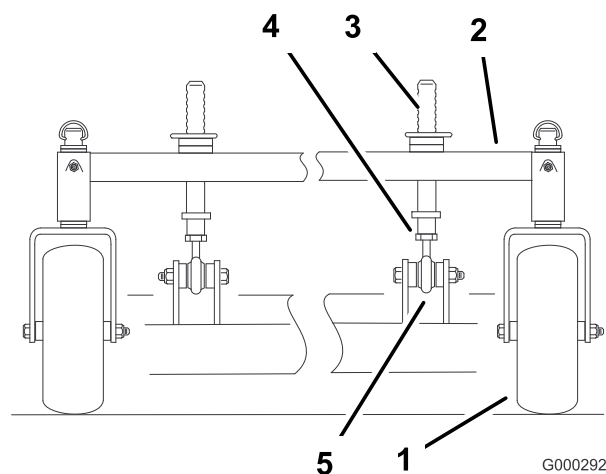

Figura 57
1. Para alterar a distância da frente para trás, os postes frontais da altura de corte podem ser ajustados (Figura 57).
2. Para elevar a frente da plataforma, desaperte a porca de bloqueio e rode o pino frontal no sentido horário (Figura 57).
3. Para descer a frente da plataforma, desaperte a porca de bloqueio e rode o pino frontal no sentido anti-horário (Figura 57).
6. Aperte as porcas de bloqueio (Figura 57).